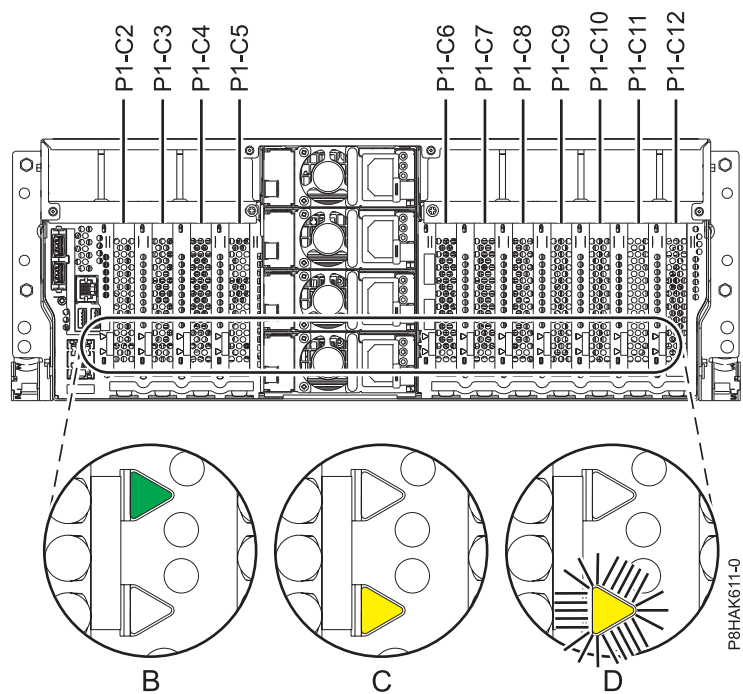
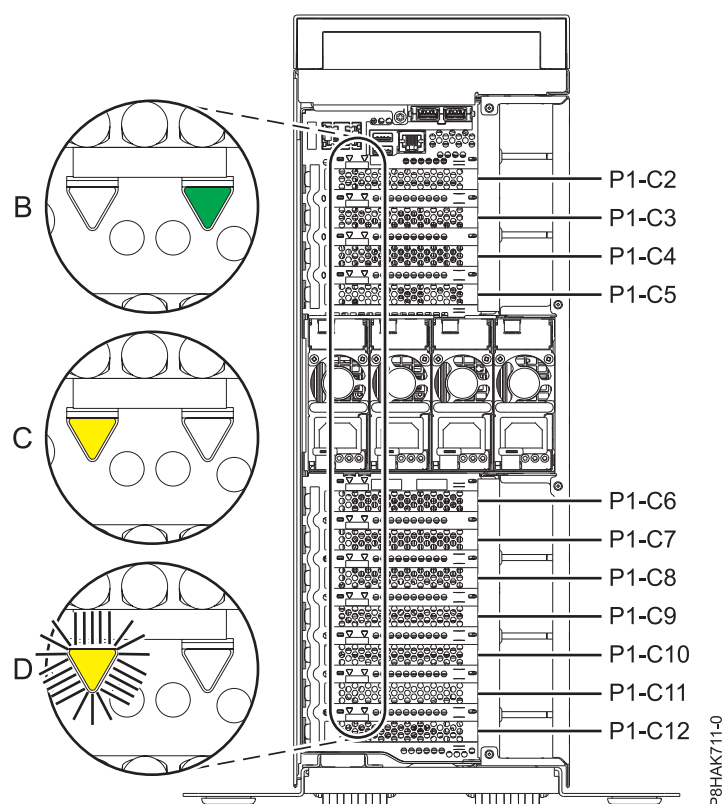

Figura 68. Ubicacions de les ranures d'adaptadors PCIe i ubicacions dels LED en un sistema muntat en bastidor
Figura 69. Ubicacions de les ranures d'adaptadors PCIe i ubicacions dels LED en un sistema autònom sistema 8286-41A
Si esteu prestant servei a un adaptador PCIe que ha fallat, busqueu el LED de color ambre que parpelleja de l'adaptador PCIe que ha fallat i que havíeu definit perquè parpellegi al pas on s'identificava la peça que fallava. Consulteu Figura 68 a la pàgina 77 i Figura 69 a la pàgina 77 on es mostra l'estat dels LED. Fixeu-vos que el LED ambre de l'adaptador PCIe que ha fallat estigui **Parpellejant**, tal com es mostra a (D) a la Figura 68 a la pàgina 77 i a la Figura 69 a la pàgina 77.
Atenció: Si l'adaptador PCIe està funcionant correctament, el LED d'activitat estarà **actiu** (verd) i el LED ambre d'error estarà **inactiu**, tal com es mostra a (B) a Figura 68 a la pàgina 77 i a Figura 69 a la pàgina 77. No intenteu extreure el adaptador PCIe que està en funcionament.